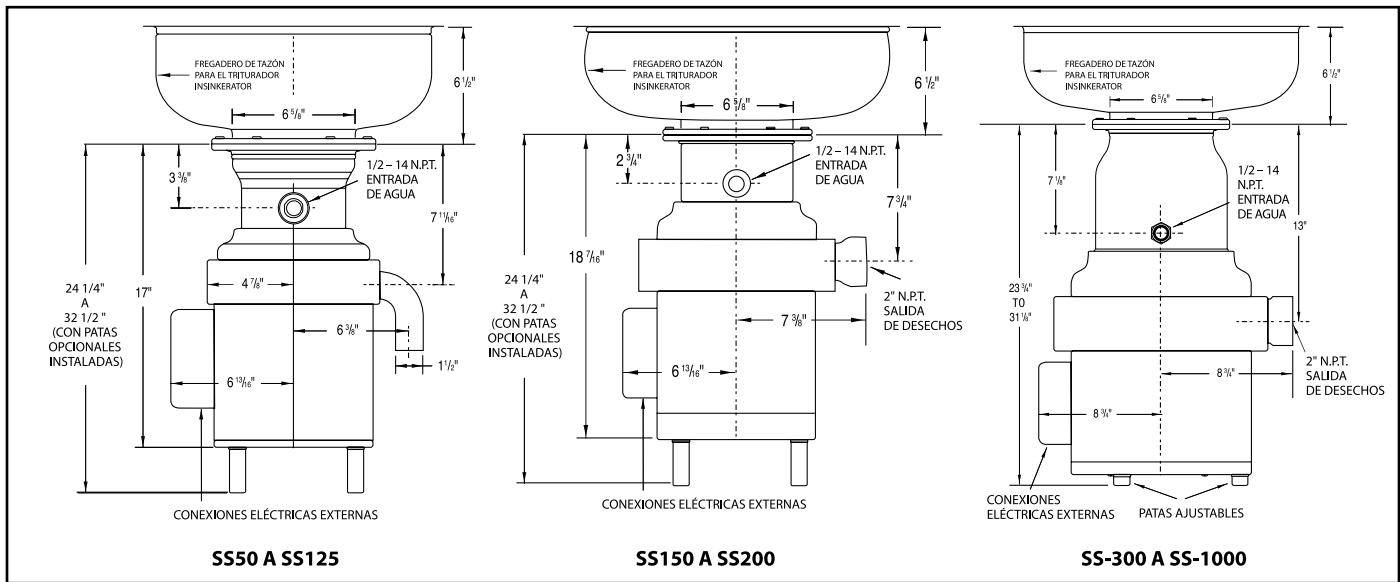

Figura 2. Distancia desde el mostrador hasta la brida de montaje
- Para lograr una operación segura, instale el triturador de desechos a la distancia mínima ilustrada en la figura 2.